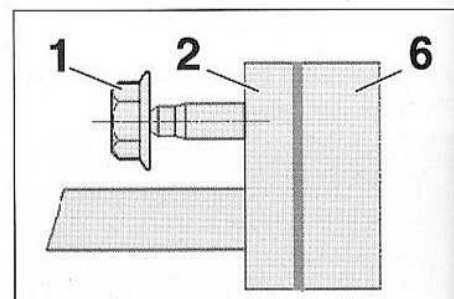

FIG.12
- Les brides de canalisations (2) doivent être en appui sur le détendeur (6) avant le serrage des écrous (1) (Fig.12).